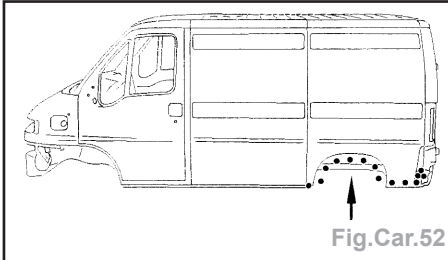

Fig.Car.52
- Partie inférieure : souder par points électriques et par 3 points bouchon MAG (Fig.Car.52).